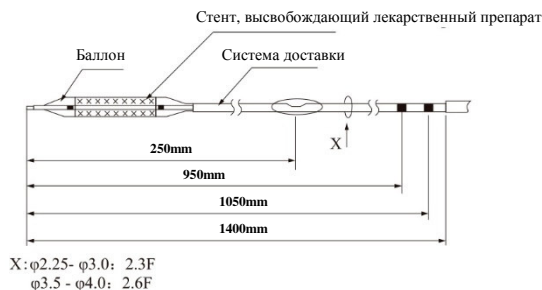
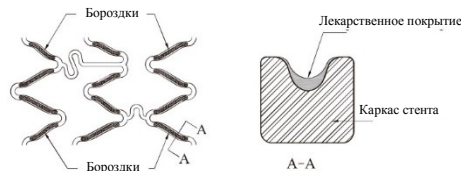

Рис. 1.1 — схематическое изображение системы коронарного стента Firehawk™ с высвобождением рапамицина в стенку сосуда
Рис. 1.2 — конструкция бороздок, в которых находится лекарственный препарат. Характеристики устройства представлены в таблицах 1.1 и 1.2.
- лекарственно-полимерное покрытие: представляет собой лекарственную форму рапамицина в виде биораспадающегося полимерного покрытия, помещенного в бороздки на наружной поверхности каркаса стента (см. рис. 1.1 и рис. 1.2).
Лекарственное покрытие	Полимерное покрытие на поверхности, обращенной к стенке сосуда, из полимолочной кислоты, нагруженное рапамицином, рис. 1.2